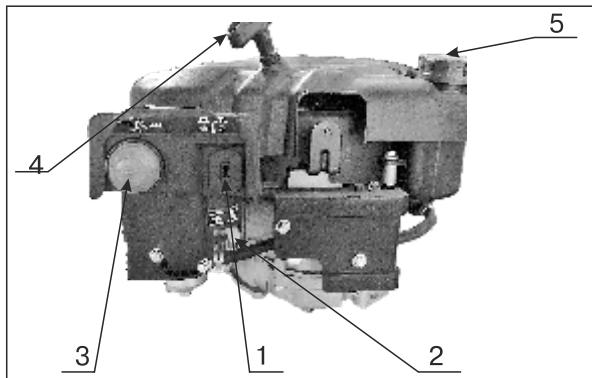

Рис. 6
Праймер (рис. 6 поз. 3) – служит для впрыска топлива непосредственно в карбюратор для пуска двигателя в холодную погоду.
Пусковая рукоятка стартера (рис. 1 поз. 4, рис. 6 поз. 4) – используется для пуска двигателя вручную.
Воздушная заслонка (рис. 6 поз. 2) – используется для пуска двигателя из холодного состояния.
Крышка топливного бака (рис. 6 поз. 5) – снимается для дозаправки топливом.
Запуск двигателя (Рис. 6)
- Передвиньте воздушную заслонку (рис. 6 поз.2) в положение «CHOKЕ» на холодном двигателе.
раза (рис. 6 поз.3).
- Заведите двигатель, используя ручной стартер (рис. 6 поз.4). Для этого медленно потяните рукоятку ручного стартера до тех пор, пока не почувствуете повышенное сопротивление шнуря.